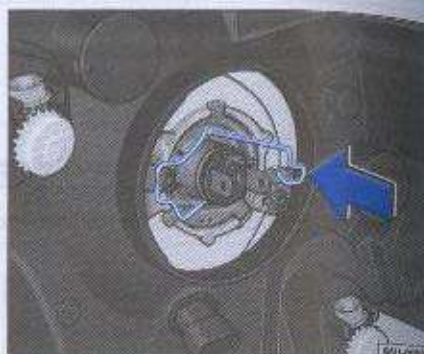

Fig. 137 Acceso a la lámpara de la luz de cruce / carretera
- Comprima el resorte de seguridad ⇒ fig. 137 en el sentido de la flecha y desplácela, para destrabar la lámpara.